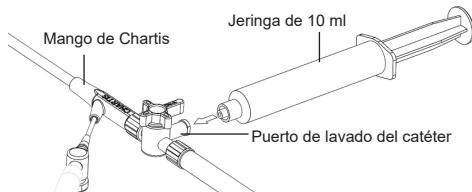

Figura 3: Conexión al puerto de lavado del catéter
- Retraiga el émbolo de la jeringa de 10 ml y conectéela al puerto de lavado de la llave de paso tridireccional. Observe la figura 3 siguiente.